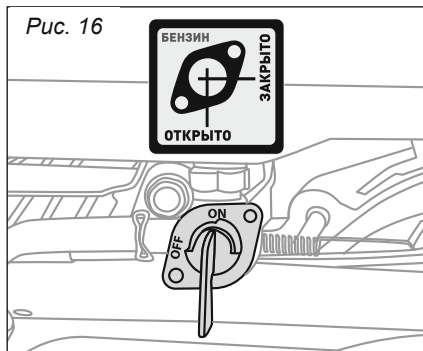

Рис. 16
- Поверните топливный кран в положение «ОТКРЫТО» (рис. 16).